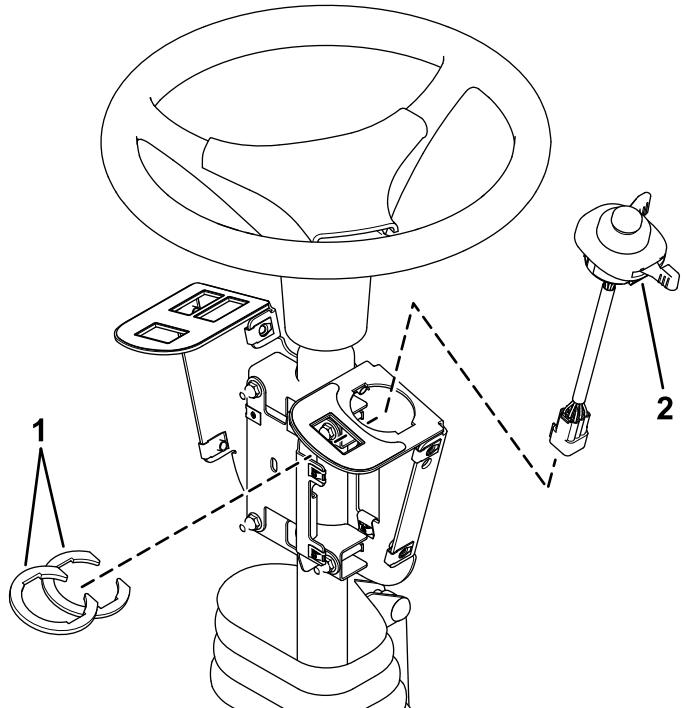

Figure 5
- Insérez la commande multifonction dans le trou du support des commandes, et fixez-la en place avec les clips placés sous le trou (Figure 5).